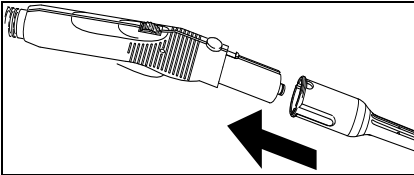

Abb. 6
- Benötigtes Zubehör (D1, E1, F1) mit der Dampfpi­stole (C1) verbinden. Dazu das offene Ende des Zubehörs auf die Dampfpi­stole (C1) stecken und soweit auf die Dampfpi­stole schieben, bis die Entriegelungstaste (C2) der Dampfpi­stole einrastet (siehe Abb. 6).